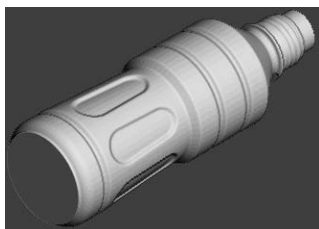

图 4-34 仿真加工结果
2) 在“仿真”工具栏的“当前刀具路径”下拉列表中选择要模拟的刀具路径 finish，然后单击“执行”按钮，系统开始自动仿真加工，仿真加工结果如图 4-34 所示。